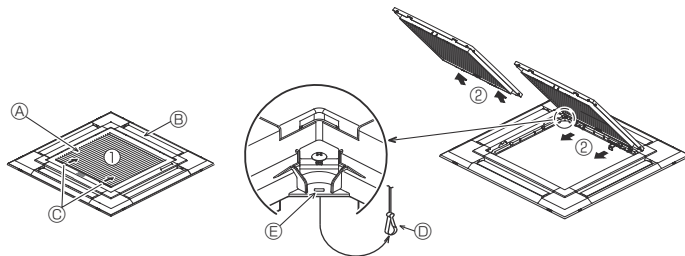
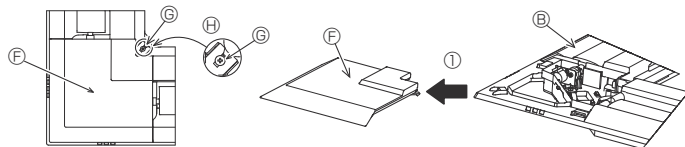

Fig. 9-3
Fig. 9-4
9.2.1. Πώς αφαιρούνται οι γρίλιες εισόδου αέρα (Fig. 9-3)
• Σύρετε τους μοχλούς προς την κατεύθυνση που δείχνει το βέλος ① για να ανοίξετε τις γρίλιες εισόδου αέρα.
• Με τις γρίλιες εισόδου αέρα στη θέση "open" ("ανοιχτές"), βγάλτε τον αρθρωτό τους σύνδεσμο από τις γρίλιες όπως δείχνει το βέλος ②.
9.2.2. Πώς αφαιρείται το γωνιακό πλαίσιο (Fig. 9-4)
• Ξεσφίξτε τις 4 βίδες στη γωνία. Σύρετε το γωνιακό πλαίσιο στην κατεύθυνση του βέλους ① στην εικόνα και αφαιρέστε το γωνιακό πλαίσιο.
[Fig. 9-3] [Fig. 9-4]